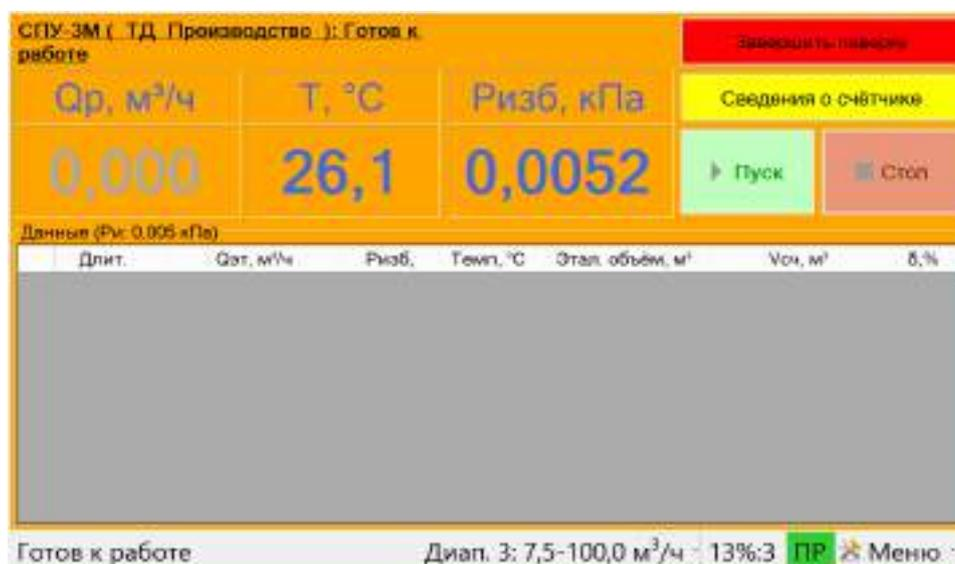

Рисунок 23
- В экранной форме поверки (рисунок 23) отображаются: